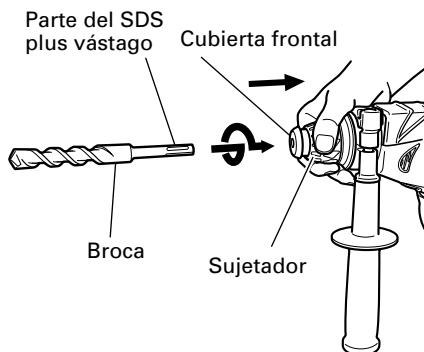
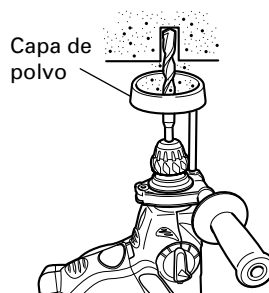

Fig. 2
Fig. 3
6. Montaje de la broca (Fig. 2)
- (1) Limpie la parte del vástago de la broca de taladro.
- (2) Para colocar una broca (parte del SDS plus vástago), tire completamente del sujetador en la dirección de la flecha tal y como se muestra en la Fig. 2 e insértela hasta el fondo mientras la gira manualmente.
- (3) Al soltar el sujetador, la broca quedará fijada.
- (4) Para extraer la broca, tire completamente del sujetador en la dirección de la flecha y extráigala.
7. Instalación del colector de polvo (accesorios opcionales) (Fig. 3)
Emplee la copa de polvo instalando la broca como se muestra en la Fig. 3. Cuando emplee una broca de gran diámetro, agrande el orificio central de la copa de polvo con este martillo perforador.